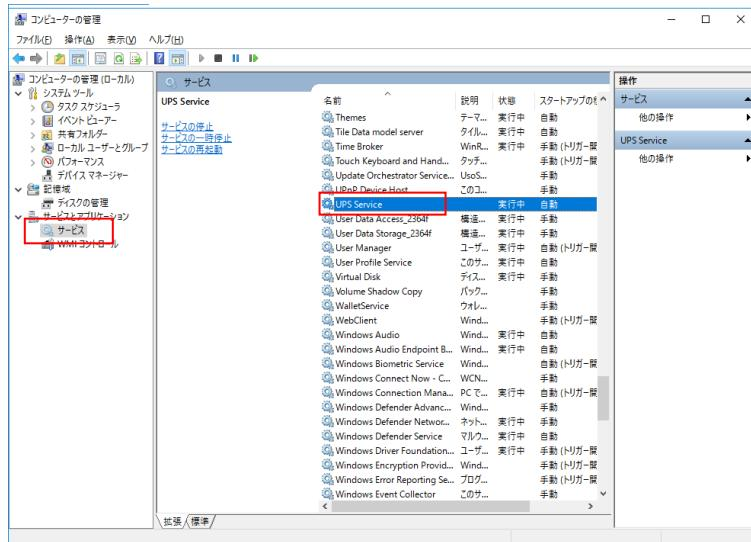

図2-12-4-1. サービスの一覧
- ① コントロールパネルの「管理ツール」をダブルクリックしコンピューターの管理を開きます。
- ② 「サービス」をクリックし、サービスの一覧を開きます。(図2-12-4-1)